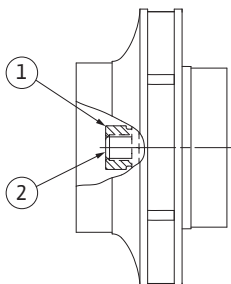

Fig. 55: Правилно положение на гайката на работното колело след монтажа
29. Захванете здраво вала (виж стъпка на действие 24) и затегнете гайката на работното колело с предвидения момент на затягане (виж списък „Таблица 11: Моменти на затягане на болтовете“ на страница 60). Гайката (Fig. 55, поз. 1) трябва да лежи около $\pm 0,5$ mm в една и съща равнина с края на вала (Fig. 55, поз. 2). Ако това не е така, развийте гайката и повторете стъпки на действие 25 до 29.